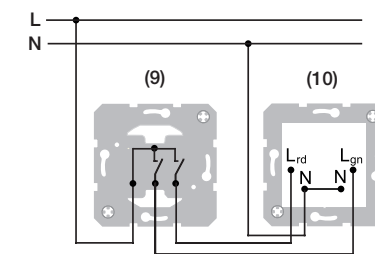

Figura 3: ejemplo de conexión para lámpara de señalización LED, iluminación roja/verde
- Conectar la lámpara de señalización LED según el ejemplo de conexión (figura 3). En lugar del interruptor de serie (9) con el que se conectan los dos colores por separado, se puede utilizar un conmutador inversor que conmuta los dos colores a la vez: L_{rd} = activación del color rojo, L_{gn} = activación del color verde
- Montar el mecanismo (10) en una caja portamecanismos. Los bornes de conexión deben quedar hacia abajo.